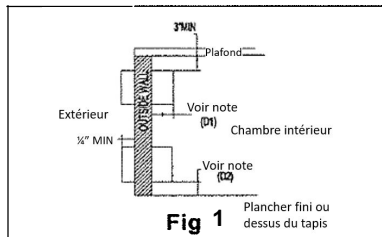

Fig 1
- D) Il doit y avoir suffisamment d'espace libre autour de l'unité afin de compléter tout service de réparation et ou maintenance. (veuillez vous référer aux Figs 1 & 2).